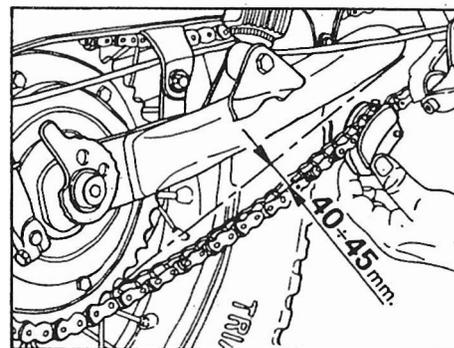

Fig. 23 - Tensione catena.
- la catena sia sempre tesa, il gioco che questa deve mantenere è di 40 ÷ 45 mm. (Fig. 23);